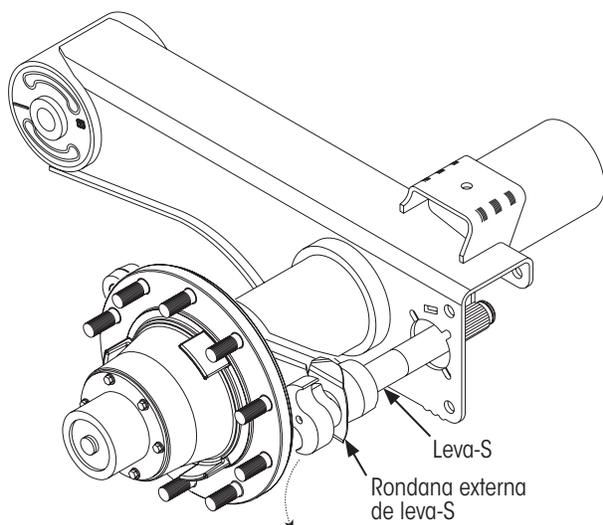

Figura 25: Remoción de la leva-S y rondana externa de la leva
1. **Remueva** la leva-S y la rondana externa de la leva por el lado externo de la araña (Figura 25).